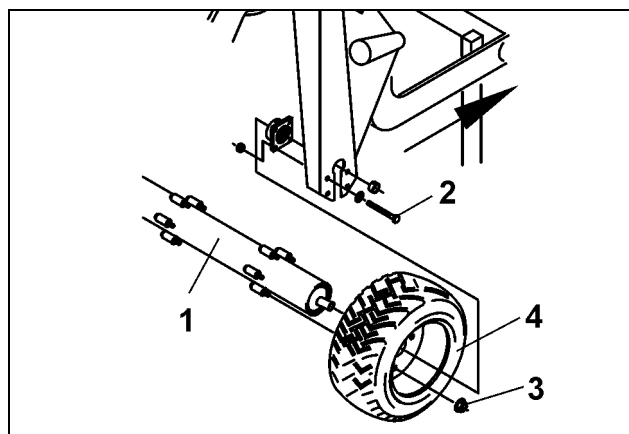

Fig. 123
- Assicurare il rullo con cunei di fermo in modo tale da impedirne lo spostamento involontario e svitare il rullo (Fig. 123/1), rimuovendo le viti di fissaggio da entrambi i lati (Fig. 123/2).
- Rimuovere i dadi esagonali (Fig. 123/3) ed estrarre i pneumatici (Fig. 123/4) dal rullo.